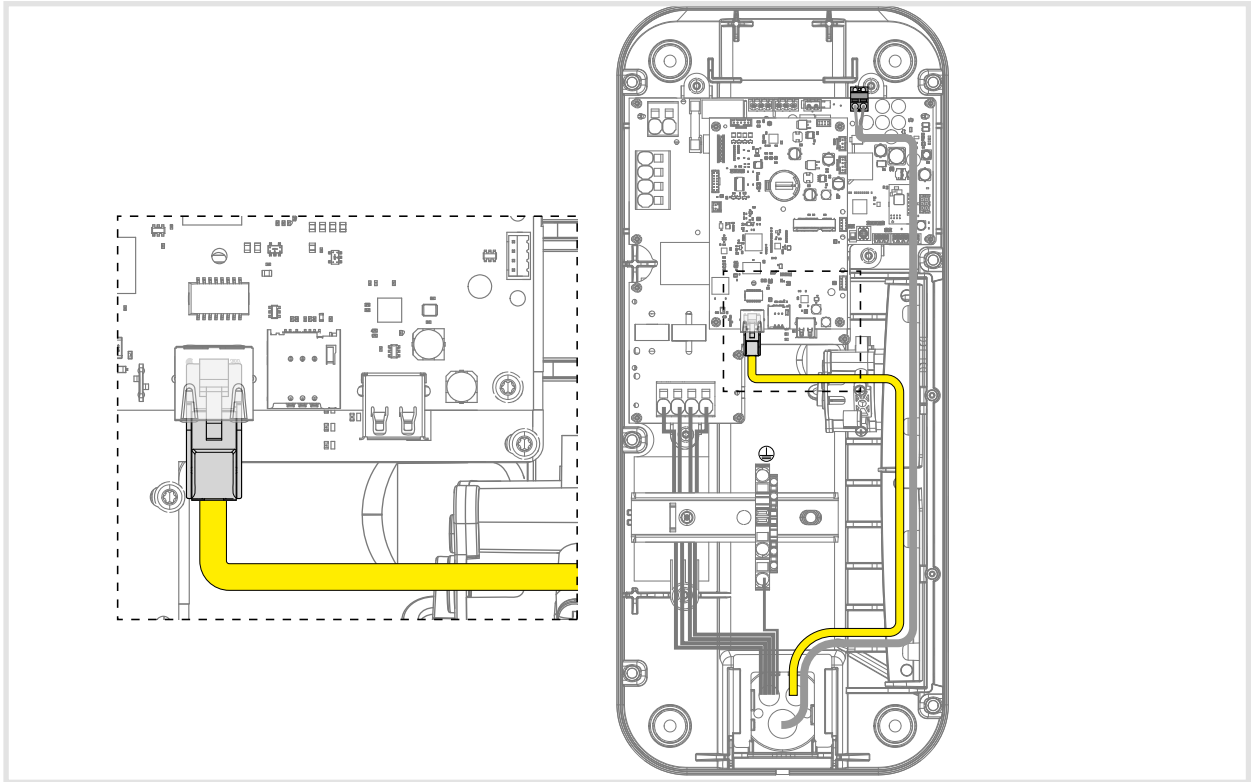

Bild 22: Anschluss Netzwerkleitung RJ45 (optional)
- Netzwerkleitung mit Stecker in die RJ45-Buchse stecken (Bild 22) und mit dem Router des Kunden (Hausnetzwerk) verbinden.